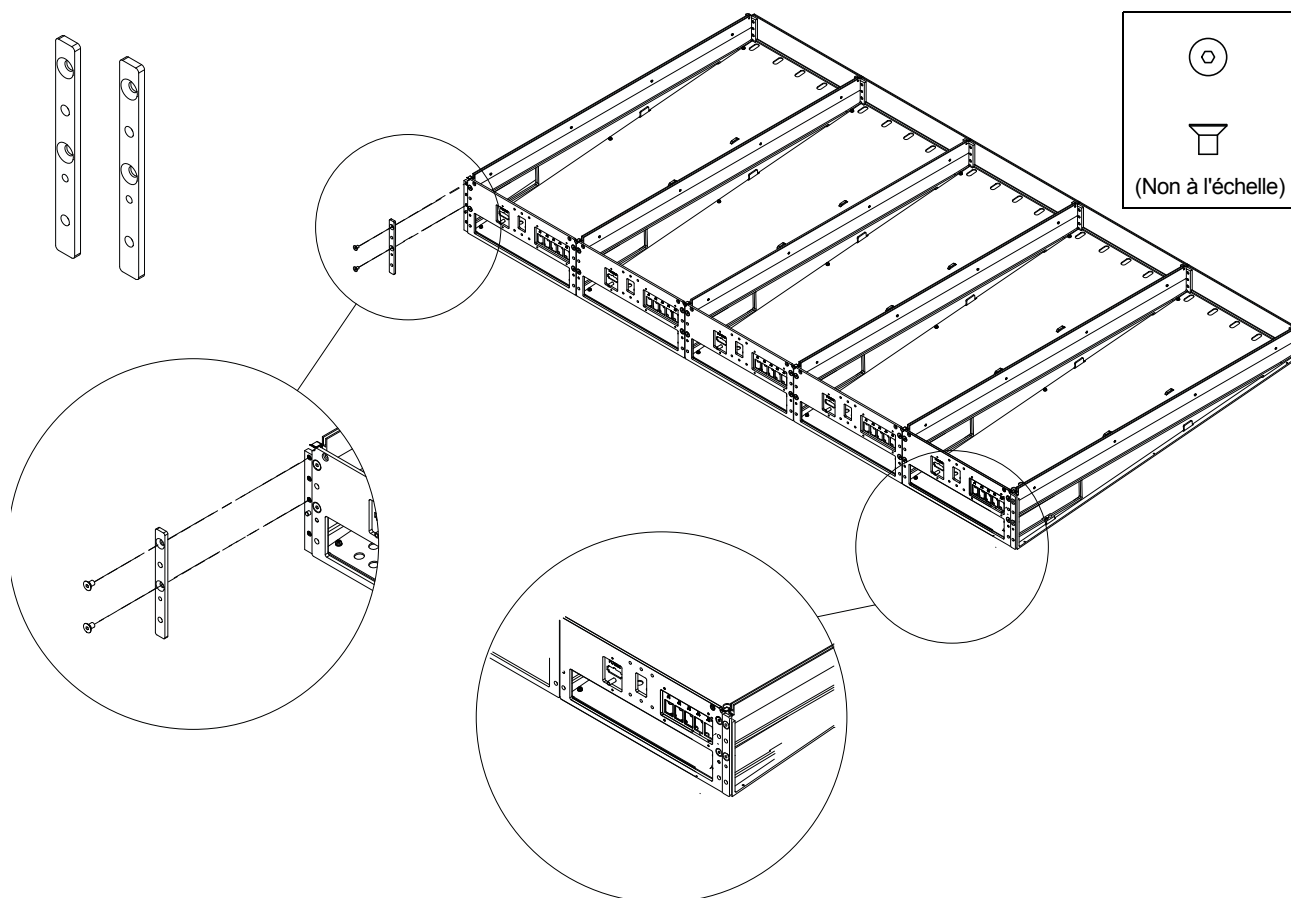

Figure 21. Cales d'espacement pour le montage des pieds arrière (en haut à gauche) et fixation des cales
- 2 En regardant le châssis par l'arrière, fixez une cale d'espacement aux angles arrière gauche et droit du châssis à l'aide de deux vis hexagonales par cale, comme représenté sur la Figure 21. Assurez-vous que les cales d'espacement sont correctement orientées.